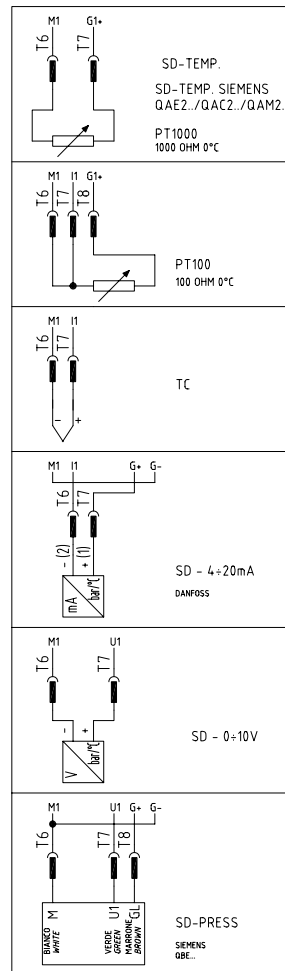

Fig. 15: Collegamento sonde
- Nel caso di bruciatori modulanti, i morsetti 5, 6 e 7 della morsettieria **MA** del bruciatore sono già collegati al regolatore modulante (mod. **RWF40**). Dal quadro elettrico esce una spina a 4 poli predisposta per eseguire i collegamenti delle sonde di temperatura e pressione (vedi Fig. 15).